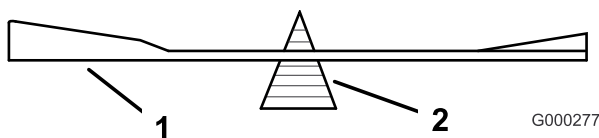
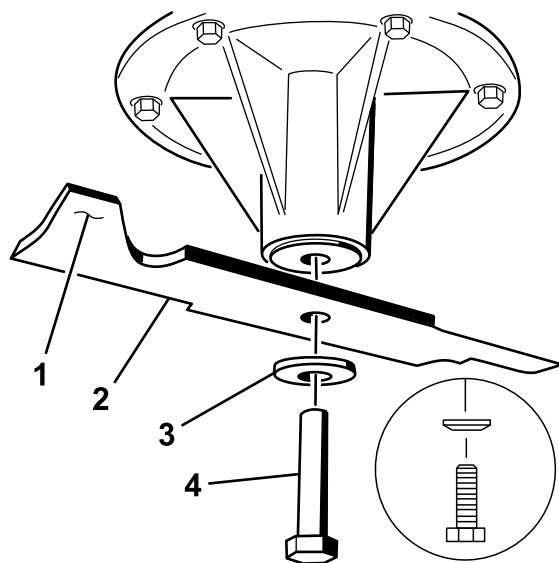

Figura 69
Figura 70
2. Retire del eje el perno de la cuchilla, la arandela de muelle y la cuchilla (Figura 70).
2. Verifique el equilibrio de la cuchilla colocándola sobre un equilibrador de cuchillas (Figura 69). Si la cuchilla se mantiene horizontal, está equilibrada y puede utilizarse. Si la cuchilla no está equilibrada, rebaje algo el metal en la parte de la vela solamente (Figura 70). Repita este procedimiento hasta que la cuchilla esté equilibrada.
1. Instale la cuchilla en el eje (Figura 70).
2. Instale la arandela de muelle y el perno de la cuchilla. El cono de la arandela de muelle debe estar orientado hacia la cabeza del perno (Figura 70). Apriete el perno de la cuchilla a 115–150 Nm (85–110 pies-libra).